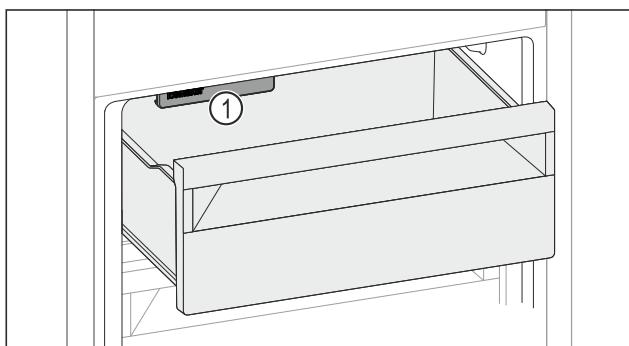

Fig. 169
► Prihliadajte na IceMaker Fig. 169 (1).